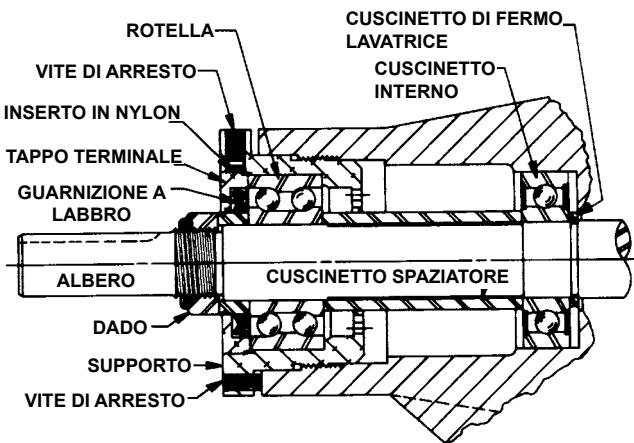

FIGURA 8
NOTA: Le pompe di dimensioni AS, AK e AL non hanno un anello elastico, l'anello di fermo del cuscinetto deve essere montato sull'estremità dell'albero prima dell'assemblaggio del cuscinetto. Vedere **figura 8**, pagina 6.
7. Porre il distanziale del cuscinetto sull'albero e contro il cuscinetto a sfera singola nella camicia (pompe di dimensioni AS, AK e AL). Vedere **figura 8**, pagina 6.
NOTA: In pompe di dimensioni AS, AK e AL, installate una guarnizione a labbro nel tappo della sede del cuscinetto. La guarnizione dovrebbe essere rivolta verso la parte terminale dell'albero. Mettete il collare del distanziale del cuscinetto nella guarnizione, installare nella sede e serrare le viti di sicurezza. Vedere **figura 8**, pagina 6.